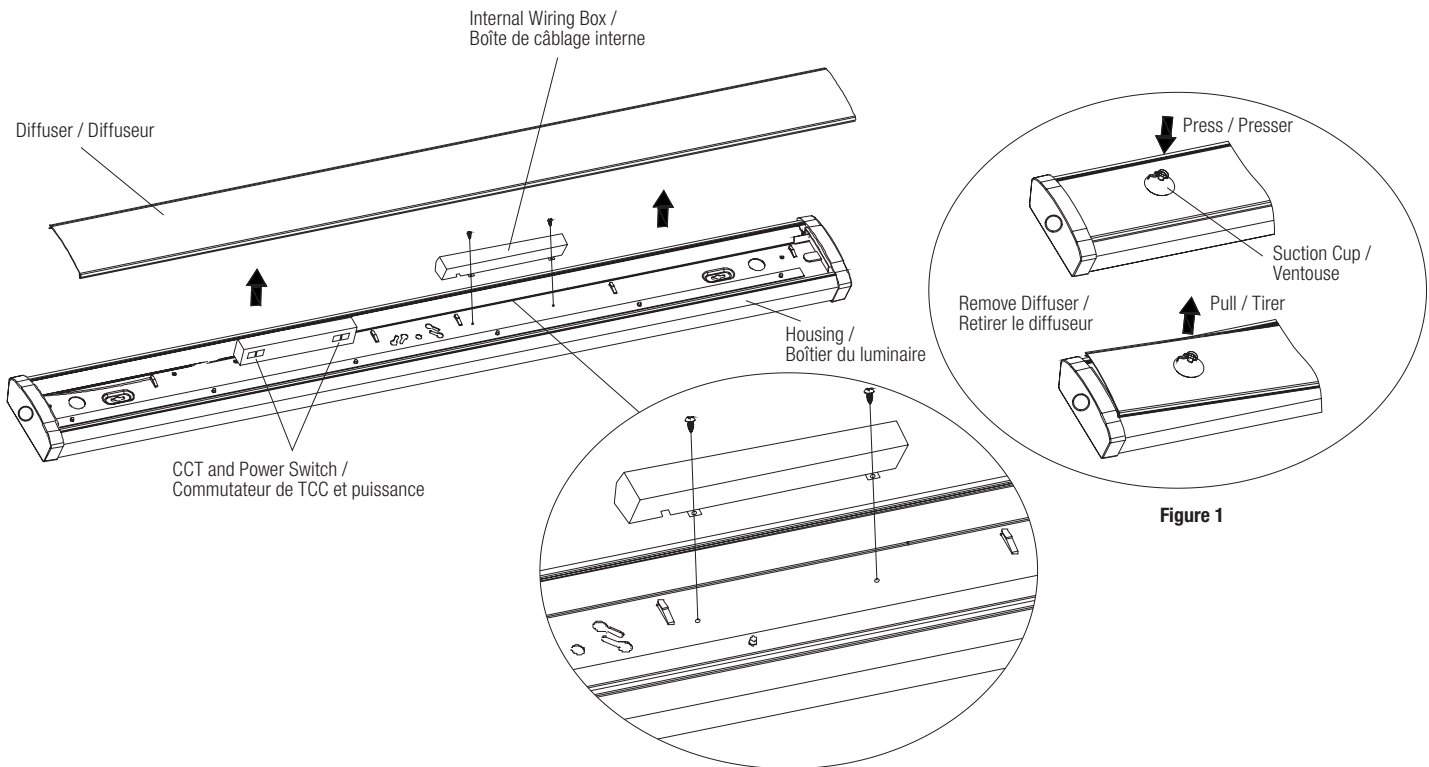
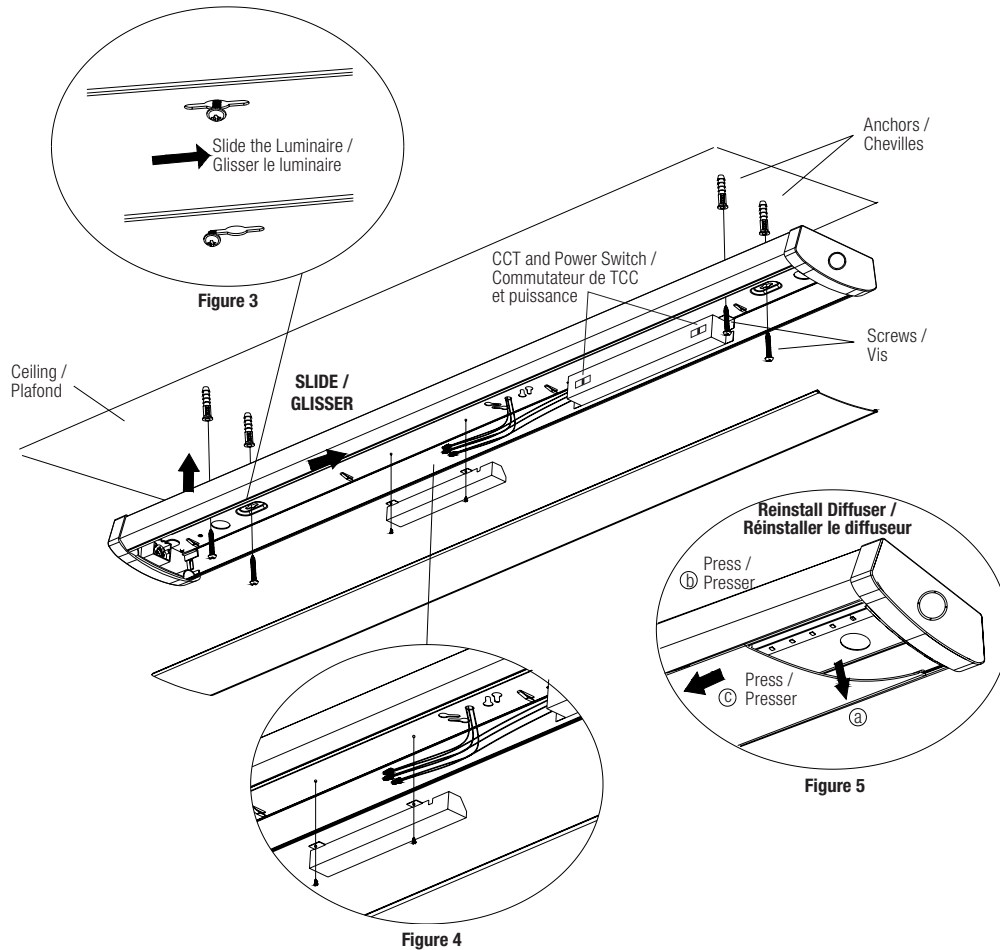

Figure 2
Figure 4B
(FIGURE 4B)
- 4b. **Internal Wiring:** Remove the internal wiring box located on the inside of the luminaire by unscrewing the 2 screws (Fig. 2). Pull the luminaire's AC wires and the supply wires into the luminaire through the center hole on the back of the housing. Connect the supply wires to the AC wires inside the luminaire housing, then gather and cover the wire connections within the internal wiring box and secure it with the included screws (Fig. 4B).
2. Retirer la boîte de jonction interne du luminaire. (Fig. 2)
- 5b. (Utilisation de la boîte de câblage interne) : Raccorder les fils CA à l'intérieur du corps du luminaire, puis recouvrir les fils avec la boîte de câblage interne et la fixer solidement. (Fig. 4B)
INTERNAL WIRING / UTILISER LA BOÎTE DE CÂBLAGE INTERNE (FIGURE 4B)